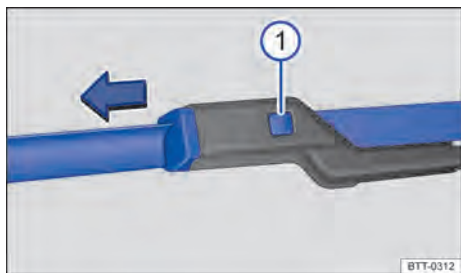

Fig. 194 Substituir as palhetas dos limpadores do para-brisa.
- Manter o botão de destravamento → Fig. 194 ① pressionado e, ao mesmo tempo, puxar a palheta dos limpadores do para-brisa para fora, no sentido da seta.